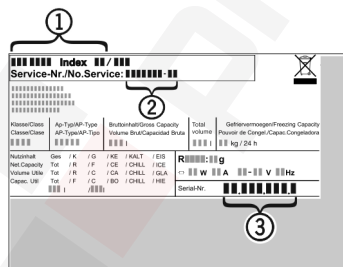

Fig. 11
- ▶ A készülék megnevezését Fig. 11 (1), a szerviz- Fig. 11 (2) és sorozatszámot Fig. 11 (3) a típus tábláról olvassa le. A típus tábla a készülék belsejében baloldalon található.
- ▶ Értse a vevőszolgálatot a hibáról, és adja meg nekik a készülék megnevezését Fig. 11 (1), a szerviz- Fig. 11 (2) és a sorozatszámot Fig. 11 (3).